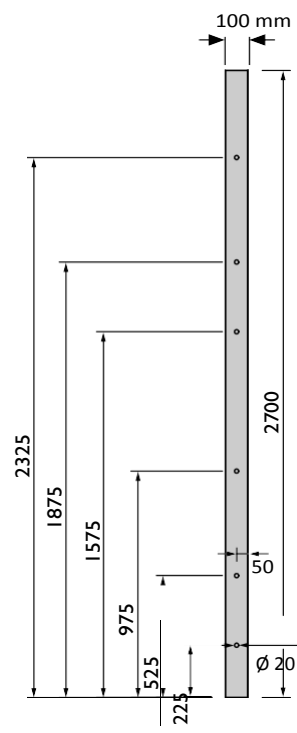

Fig. A3.06c
1. Пробийте 6 отвора с  $\varnothing 20$  mm през квадратна гредка с дебелина max. 5 cm. Следете точно схемата за пробиване (Fig. A3.06c), за да може да вкарате свързващия анкер DUO (22).